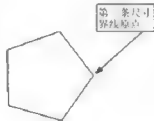

图 5-113
**步骤 4:** 将光标移到确定为第二条尺寸界线原点的位置, 如图 5-113 所示, 单击出现下一条提示, 提示用户指定尺寸线位置或选择其他参数选项。